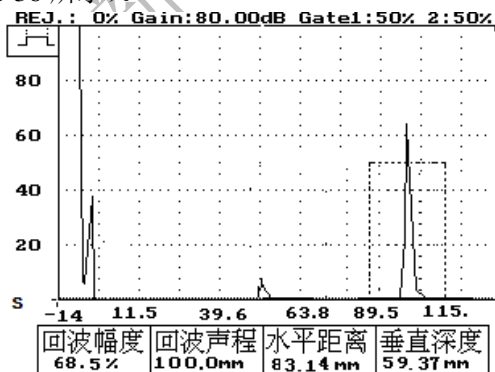

图 18-36
- 2、按闸门键及方向键——调节前闸门的宽度及高度，并移动前闸门套住 R100mm 圆弧的反射波，如图 18-36 所示）。